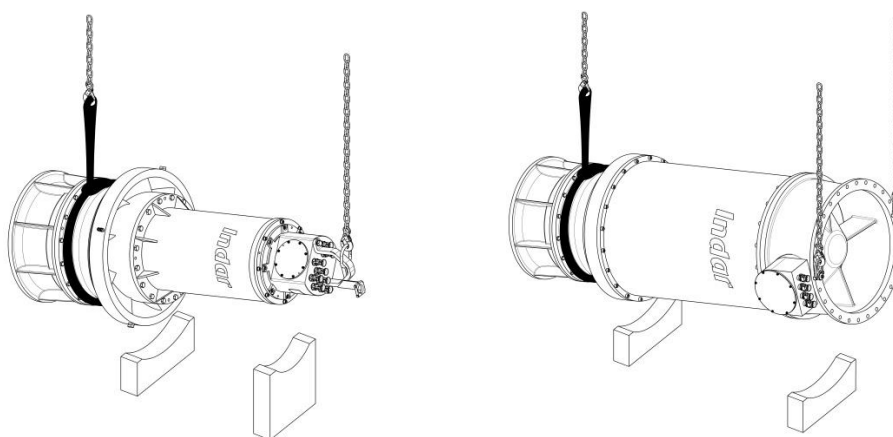

Рисунок 6: Volteo con equipo de elevación de dos ganchos.
3. Закрепите один из крюков крана за ручку для подъема или за два рым-болта, предварительно установленных под 180° в верхней части агрегата, а второй крюк — за строп, предварительно размещенный в нижней части агрегата (см. рисунок 6).